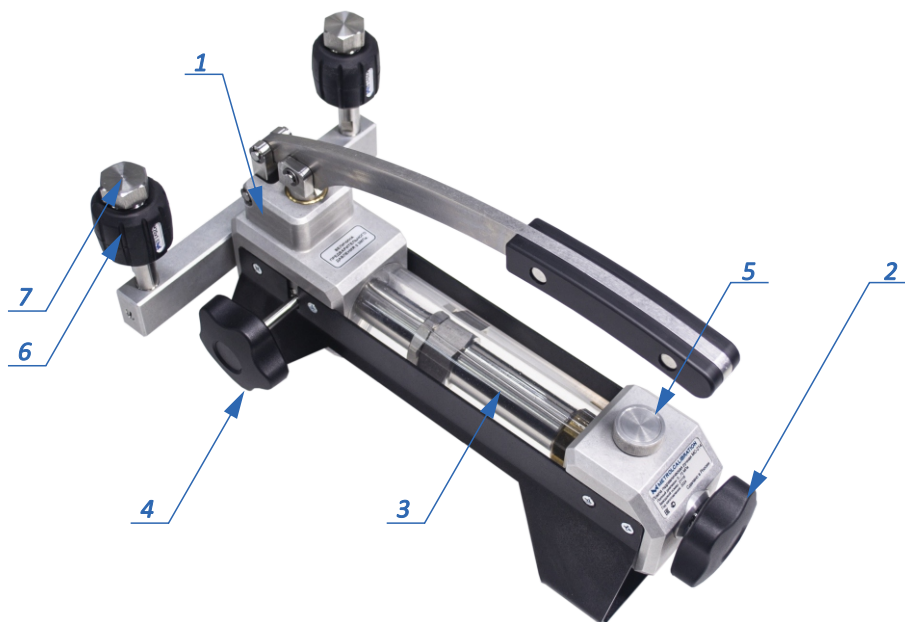

Рисунок 1 – Основные элементы конструкции помпы MC-214.
1. Убедитесь, что кран сброса давления (4) (рис. 1) открыт, при необходимости откройте его вращением ручки против часовой стрелки.
2. Выкрутите заглушки (7) из посадочных мест для СИ (6). Убедитесь в наличии уплотнительных колец в посадочных местах для СИ, а также в их целостности. При необходимости произведите замену колец поставленными в комплекте, точно установив их в посадочные места
3. Вращением ручки по часовой стрелке до упора установите узел создания основного давления (2) в крайнее положение.
4. Выкрутив пробку (5), заполните ёмкость (3) на $\frac{3}{4}$ от её объёма (примерно 70-75 мл) рабочей жидкостью через заливное отверстие. Вкрутите пробку (5) в заливное отверстие на 1-2 оборота: на протяжении всего времени работы с помпой заливное отверстие должно оставаться приоткрытым с целью предоставления доступа в систему воздуху.
5. Закройте кран сброса давления (4) вращением ручки по часовой стрелке до упора.
6. Повторяющимся поднятием и опусканием рукояти поршневого насоса (1) произведите подачу рабочей жидкости в систему до достижения ею уровня уплотнительных колец в посадочных местах для СИ (6), избегая вытекания её из портов. Делайте небольшие паузы для обеспечения возможности выхода
- Убедитесь, что кран сброса давления (4) (рис. 1) открыт, при необходимости откройте его вращением ручки против часовой стрелки.
- Вращением ручки против часовой стрелки до упора установите узел создания основного давления (2) в крайнее положение.
- Выкрутите заглушки (7) из посадочных мест для СИ (6). Убедитесь в наличии уплотнительных колец в посадочных местах для СИ, а также в их целостности. При необходимости произведите замену колец поставленными в комплекте, точно установив их в посадочные места.
- Убедитесь, что пробка (5) заливного отверстия приоткрыта на 1-2 оборота для доступа в систему воздуха.
- Закройте кран сброса давления (4) вращением ручки по часовой стрелке до упора.
- Повторяющимся поднятием и опусканием рукояти поршневого насоса (1) произведите подачу рабочей жидкости в систему до достижения ею уровня уплотнительных колец в посадочных местах для СИ (6), избегая вытекания её из портов.
9. Закройте кран сброса давления (4) вращением ручки по часовой стрелке до упора.
10. Повторяющимся поднятием и опусканием рукояти поршневого насоса (1) установите начальное значение давления в зависимости от диапазонов измерений используемых СИ. Величина создаваемого предварительного давления ограничена значением 5 МПа. При возрастании давления свыше 5 МПа сработает клапан сброса давления.
11. Вращением ручки штока создания основного давления (2) установите требуемое значение давления. При вращении ручки по часовой стрелке давление в системе растёт, а при вращении против часовой стрелки – убывает.